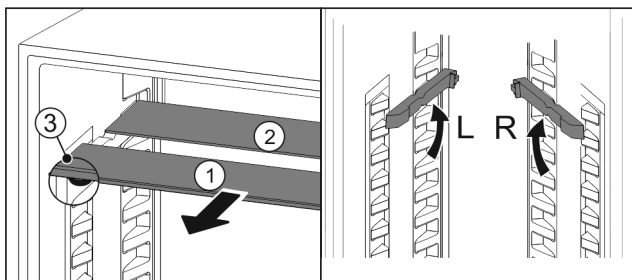

Fig. 205
- estrarre i ripiani di vetro singolarmente tirando in avanti Fig. 205 (1).
- Il piano in vetro Fig. 205 (1) con il motivo ornamentale è nella parte anteriore.
- I fermi Fig. 205 (3) sono rivolti verso il basso.